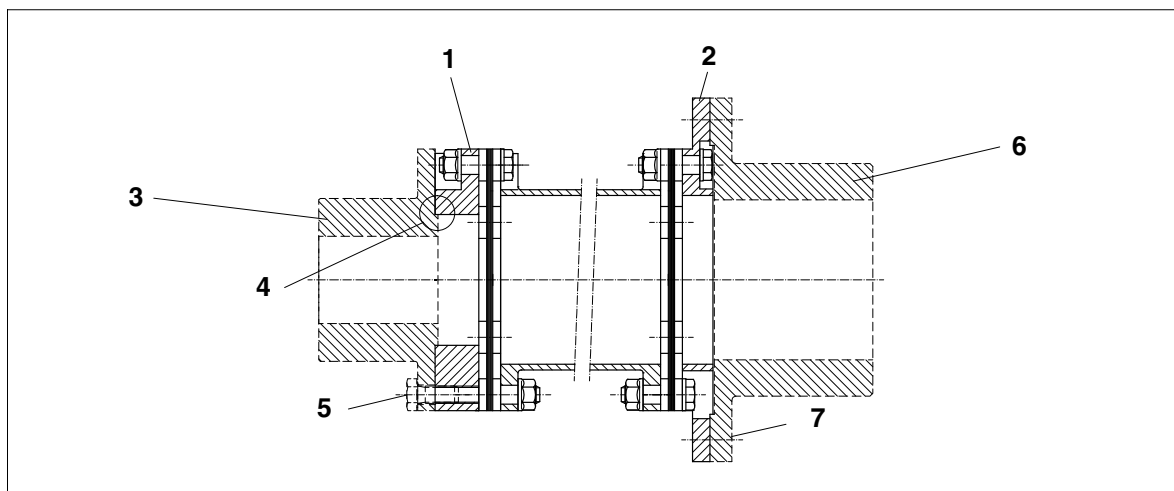
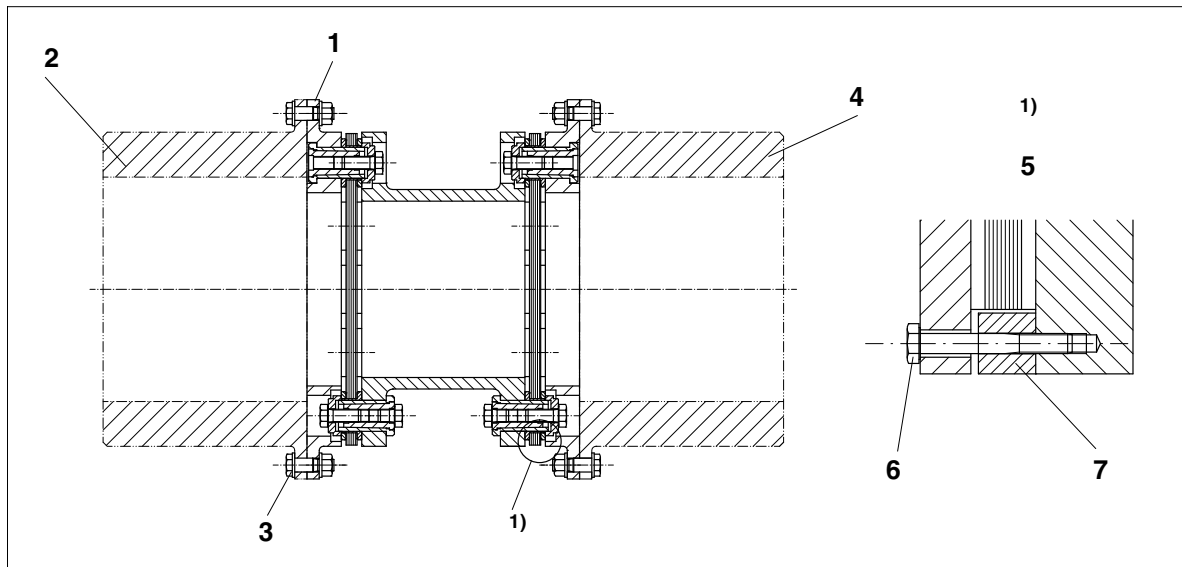

Fig. 18: Raccord par bride "C" et bride "F" (exemple ARS)
Fig. 19: Raccord Bride F (exemple ARC)
- Les "évidements" intérieur et extérieur (tige de centrage, fig. 18) ou les alésages d'ajustage (fig. 19) ainsi que les surfaces d'applique des brides "C", "D" ou "F" devront être vérifiées pour déterminer la présence de dégâts et, si nécessaire, être retouchées.
En présence d'unités intermédiaires présentant des paquets de lamelles montés d'avance, il ne faudra pas les démonter. Les paquets de lamelles ont été sécurisés au moyen de cales de transport (également utilisables comme accessoires d'aide au montage ; voir le détail "X" dans la fig. 19).
Avec les types d'accouplement à paquets de lamelles montés d'avance, il faudra, avant la mise en service, vérifier impérativement si les **cales de transport** (voir détail "X" à la fig. 19) **ont été entièrement enlevées**.